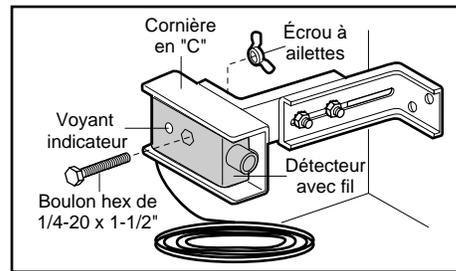

Figure 6
- Centrez chacun des détecteurs dans une cornières en "C" en faisant pointer les cache-lampes l'un vers l'autre à travers toute la largeur de la porte (voir figure 6).